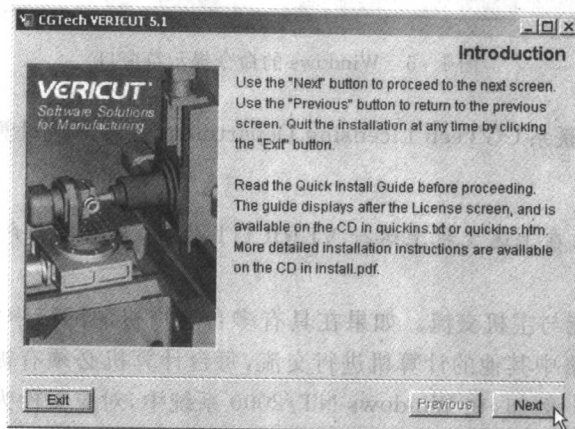

图 1-7 “Introduction”对话框
(2) 单击“Next”按钮,弹出如图 1-7 所示的“Introduction”对话框,介绍软件安装前的注意事项,例如,可以通过阅读该安装盘中的 install.pdf 文件内容来了解软件的安装知识。